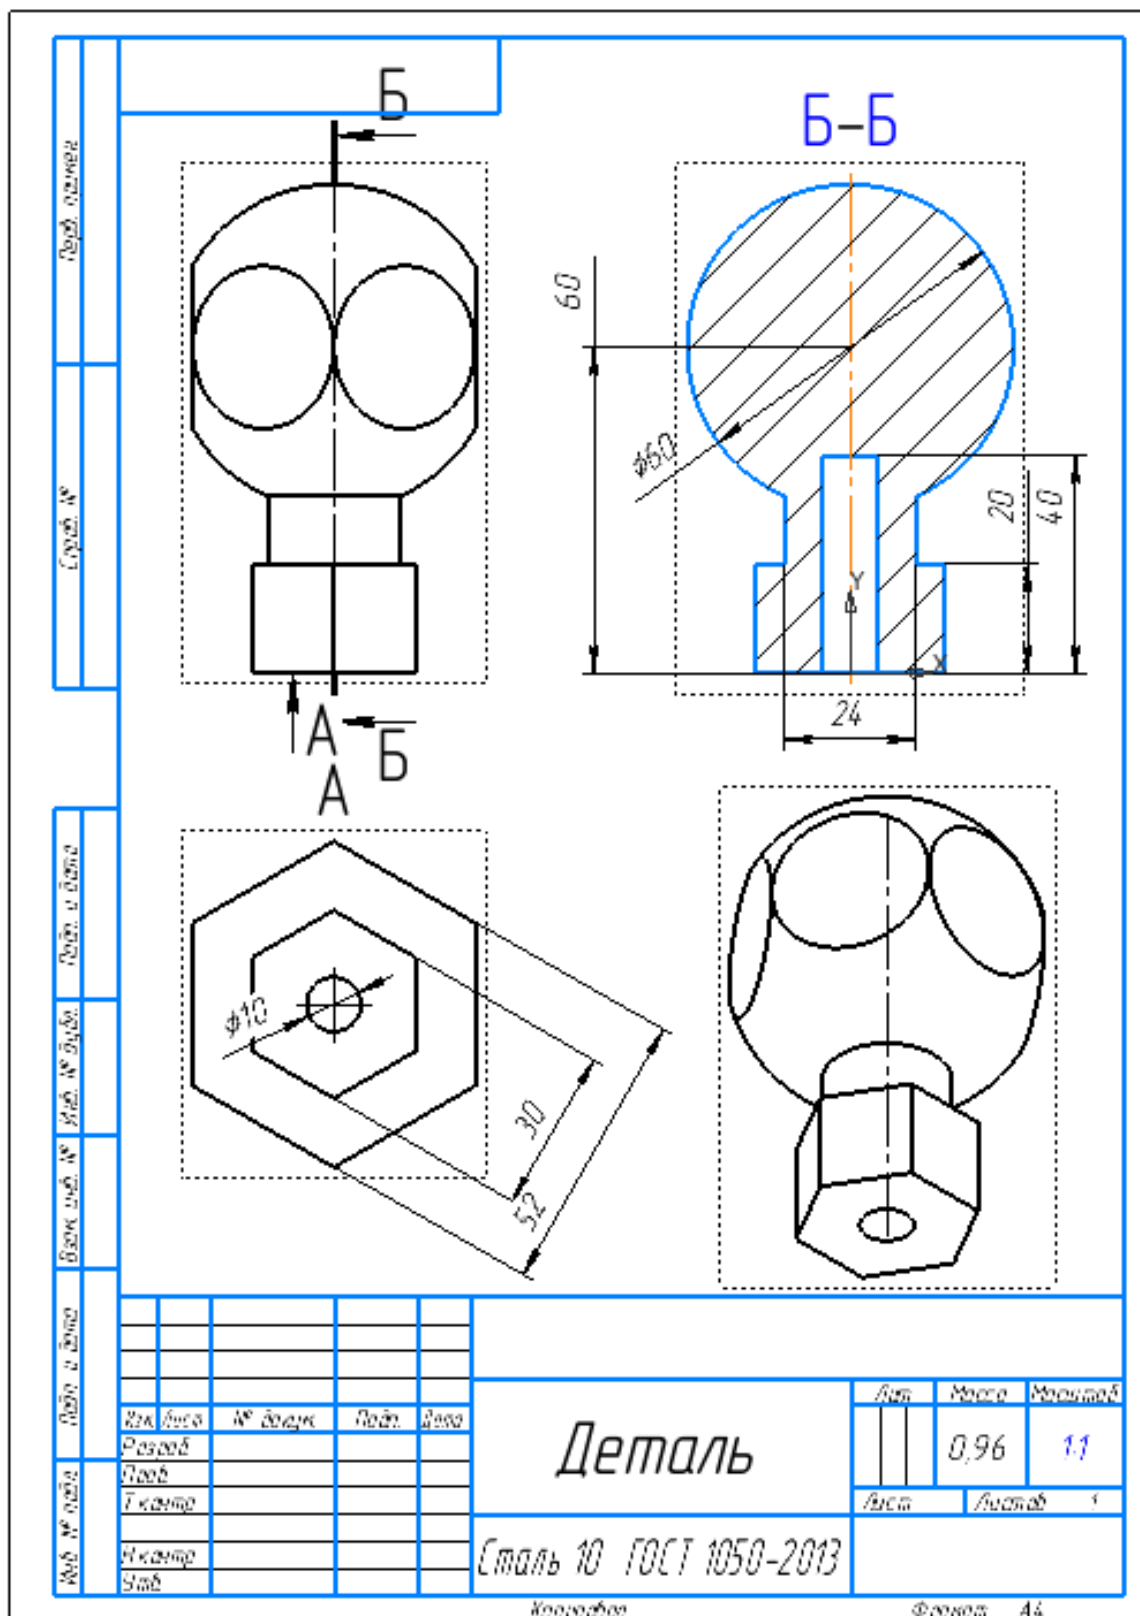

Рис.1. Чертеж детали для моделирования.
1. По чертежу рис.1 построить трехмерную модель в системе САПР (в примере использован Компас 3D –v21 учебная версия)